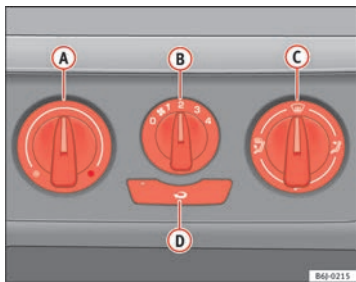

Abb. 89 In der Instrumententafel: Bedienelemente der Heizung
- Drehen Sie den Temperaturregler ⇒ Abb. 89 **A** nach links.
- Drehen Sie den Temperaturregler ⇒ Abb. 89 **A** nach rechts, bis die gewünschte Heizleistung erreicht ist.
- Drehen Sie den Temperaturregler ⇒ Abb. 89 **A** ganz nach rechts auf die höchste Heizleistung.
- Drehen Sie den Temperaturregler ⇒ Seite 131, Abb. 89 **A** in den Heizbereich.